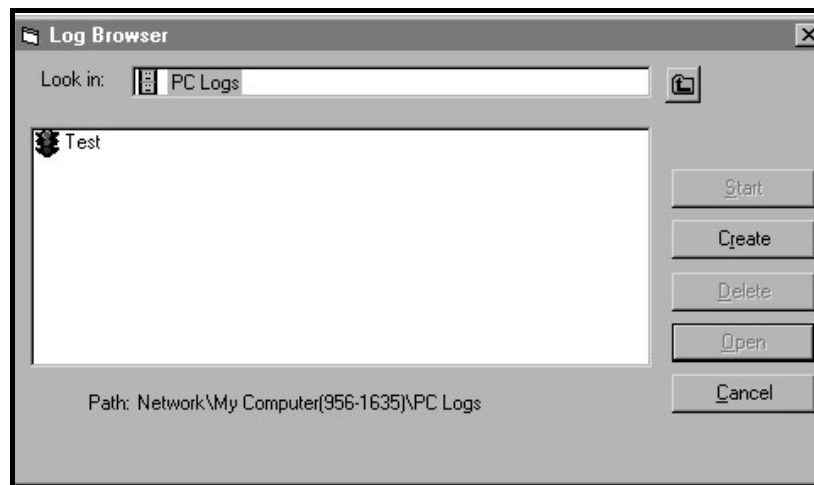

Figura 16: Crear un registro de PC
3. Haga doble clic en *Registros de PC* para avanzar al cuadro de diálogo que se muestra en la *Figura 16*.
4. En el cuadro de diálogo mostrado en la *Figura 16*, haga clic en el botón de opción **[Crear]** para crear un nuevo registro de medidores.